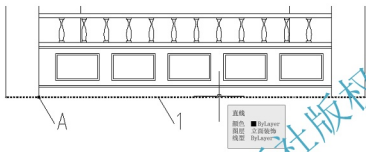

图 5.44 立面下部线整体变虚
(1) 在无命令的状态下，将光标放在立面图最下面一根线上，该线整体变虚，如图 5.44 所示，说明立面图最下部是由一条直线组成的。
(2) 单击【修改】工具栏上的【打断于点】图标, 启动【打断于点】命令。
- ① 在选择对象: 提示下, 选择图 5.44 中的 1 线。
- ② 在指定第一个打断点: 提示下, 捕捉图 5.44 中所示的 A 点, 命令自动结束。